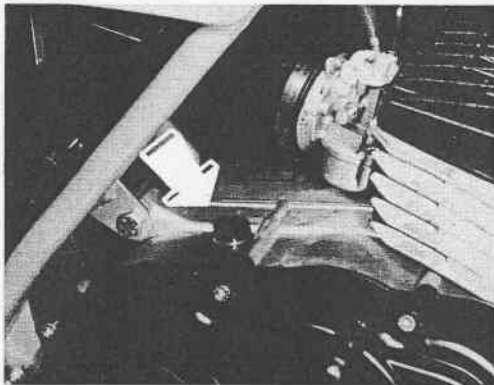
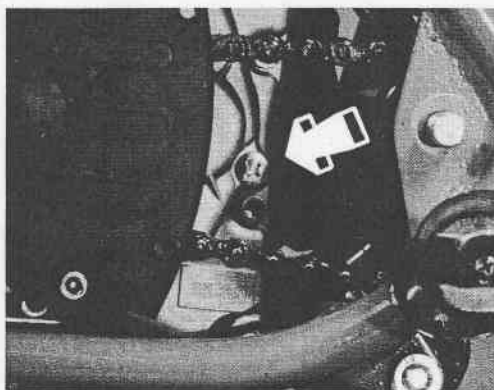

Fig. 8 - Bouchon de remplissage d'huile
Fig. 10 - Vis de niveau d'huile
- enlevez le bouchon de remplissage situé sur la partie supérieure droite du moteur (Fig. 8).
- versez 330 cc. d'huile pour moteurs **ESSO PLUS MOTOR OIL 40** au travers du bouchon de remplissage (Fig. 8). Pour connaître la quantité exacte d'huile déversée au cas où vous n'avez pas un récipient gradué, desserrez la vis qui indique le niveau d'huile (Fig. 10) en lui faisant faire 2 ou 3 tours, et versez de l'huile jusqu'à ce que cette vis sorte du trou.